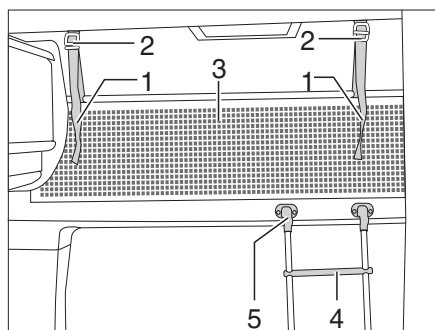

Fig. 113 Lit de capucine
Echelle de montée Toujours monter sur le lit de capucine avec l'échelle de montée (Fig. 113,4) de série.
Accrocher : ■ Accrocher l'échelle par les longerons sur le bandeau du lit de capucine (Fig. 113,5) installé au bord du lit.
Filet de sécurité Le filet de sécurité (Fig. 113,3) de série est rangé entre le matelas et le sommier à lattes. Ne tendre le filet de sécurité qu'une fois que les personnes se trouvent dans la capucine.
Tendre : ■ Faire s'enclencher les sangles de retenue (Fig. 113,1) dans les œillets du plafond (Fig. 113,2).
- Faire s'enclencher les sangles de retenue (Fig. 113,1) dans les œillets du plafond (Fig. 113,2).